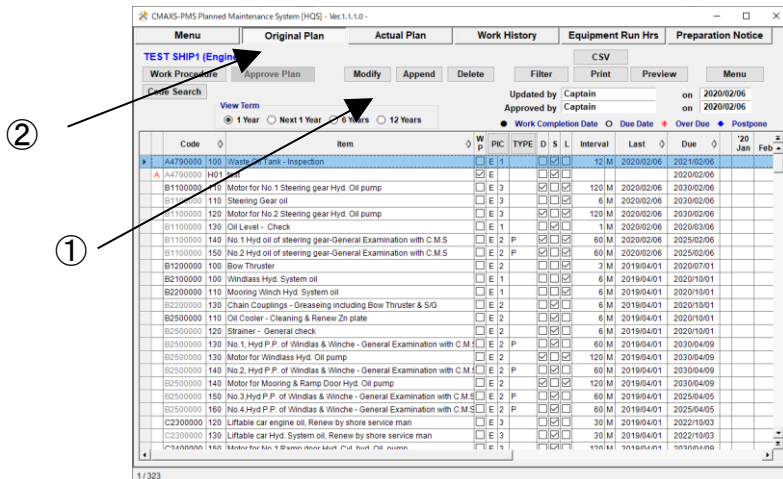

図 11-1 Original Plan 画面
① “Menu”の[Original Plan]タブを選択してください。
② “Original Plan 画面”(図 11-1)が表示されます。